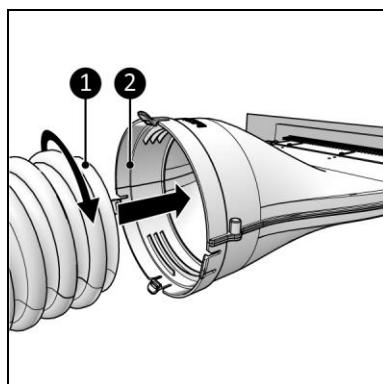

Abbildung 8
- Mit einem rotierenden System für einen Schlauch ohne Kragen (Abbildung 8, Pos. 1).
1. Führen Sie den Klimaanlagenschlauch (Abbildung 8, Pos. 1) in den Hauptkörper ein (Abbildung 8, Pos. 2) und ziehen Sie ihn fest.